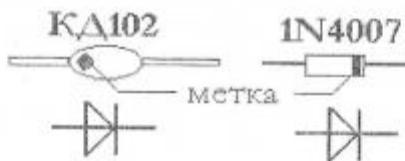

Рис.4 Цоколевка диодов КД102 и 1N4007
- ВНИМАНИЕ: Цоколевки отечественного диода КД102 и импортного аналога IN4007 различны (рис.4), поэтому при установке будьте внимательны!**